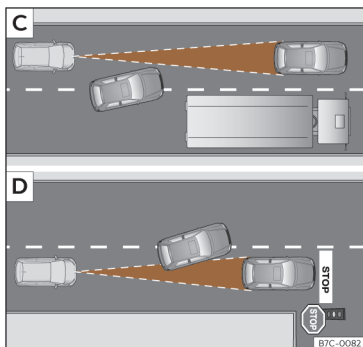

Fig. 132 [C] Mudança de faixa de um veículo. [D] Veículo em circulação e outro parado.
- Veículos que mudem para a faixa na qual circula a pouca distância do veículo >>> **Fig. 132 [C].**
O ACC pode não reagir perante veículos parados. Se, por exemplo, um veículo detetado pelo ACC roda ou se afasta e em frente do mesmo se encontra um veículo parado, o ACC não reagirá face a este último >>> **Fig. 132 [D].**